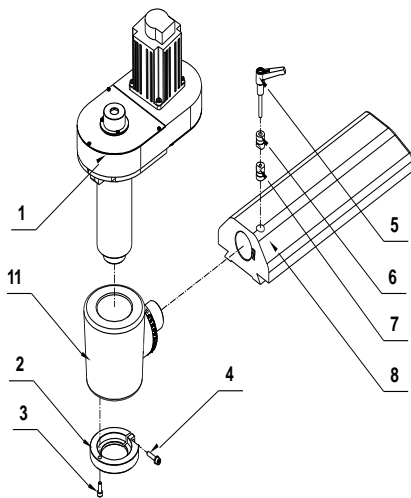

Рис.5
Вертикальное фрезерование (Рис.5)
Установите фрезерную голову (1) в посадочное отверстие на стойке станка. Оденьте фиксирующее кольцо (2) на пиноль головы, прикрутите кольцо к держателю винтом (3) и затяните кольцо винтом (4). Вставьте в конус шпинделя оправку для горизонтального фрезерования (9) со смонтированными на ней предварительно дисковой фрезой и дистанционными втулками. Придерживайте оправку рукой от провисания. Вставьте в ласточкин хвост консоли (8) серьгу (10) и оденьте на свободный конец оправки (9). Зафиксируйте серьгу (10) на консоли. Для удобства работы можно демонтировать держатель фрезерной головы (11, Рис.5)